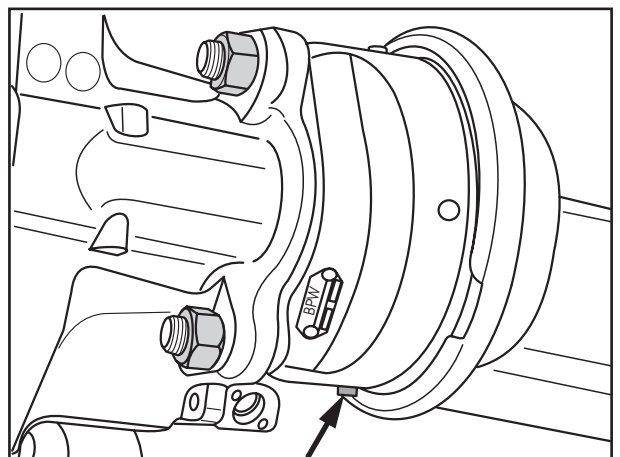

Fig. 3
- [5] Stopfen (Fig. 3/Pfeil) für die Entlüftung an der nach unten gerichteten Bohrung des neuen Bremszylinders entfernen.
- [5] Remove the vent plug (Fig. 3/arrow) at the downwards-pointing hole in the new brake cylinder.
- [5] Retirer le bouchon (Fig. 3/flèche) de dégazage implanté dans l'alésage tourné vers le bas du cylindre de frein neuf.